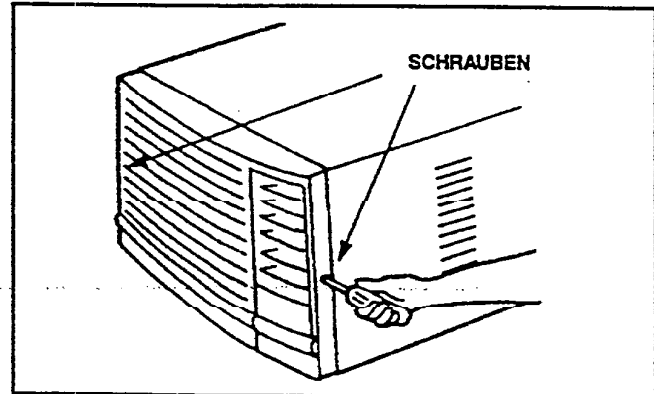

Abb. 8 - Entfernen der seitl. Schrauben des Frontgitters
4 Seitliche Schrauben (2) des Frontgitters entfernen. Gitter vorsichtig nach unten aus dem Gehäuse herausziehen. Gitter beiseite legen. Siehe Abb. 8 und 9.